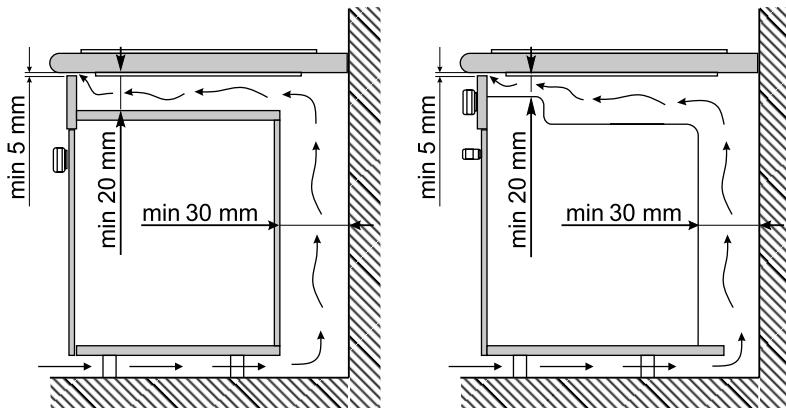

Рис.6
6. При установке варочной панели необходимо обеспечить минимальные воздушные зазоры согласно рис. 6.